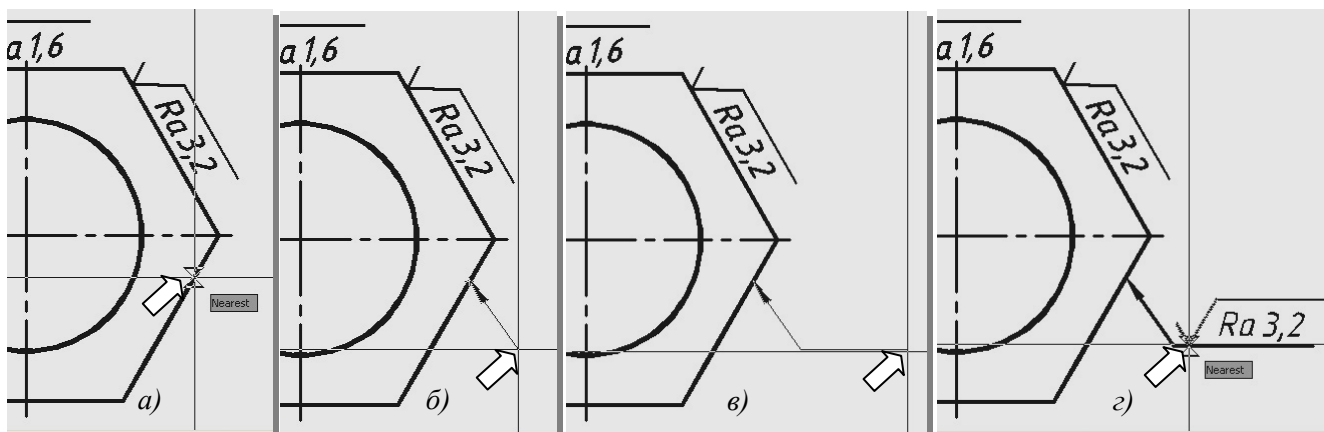

Рис. 11.41. Последовательность простановки выноски со знаком шероховатости
5. Укажите первую точку выноски (куда будет указывать стрелка) (рис. 11.41, а).
6. Укажите вторую точку выноски (откуда пойдет полка) при выключенном режиме **ORTHO** (рис. 11.41, б).
7. Переместите курсор для образования полки, достаточной для размещения знака шероховатости (рис. 11.41, в), и зафиксируйте длину полки.
Последует запрос на ввод имени блока: **Specify next point: Enter block name or [?] <Ra>:**. Введите имя блока, например, «Ra». Программа запросит точку вставки блока: **Specify insertion point or [Basepoint/Scale/X/Y/Z/Rotate/PScale/PX/PY/PZ/PRotate]:**. Укажите точку вставки (рис. 11.41, г).